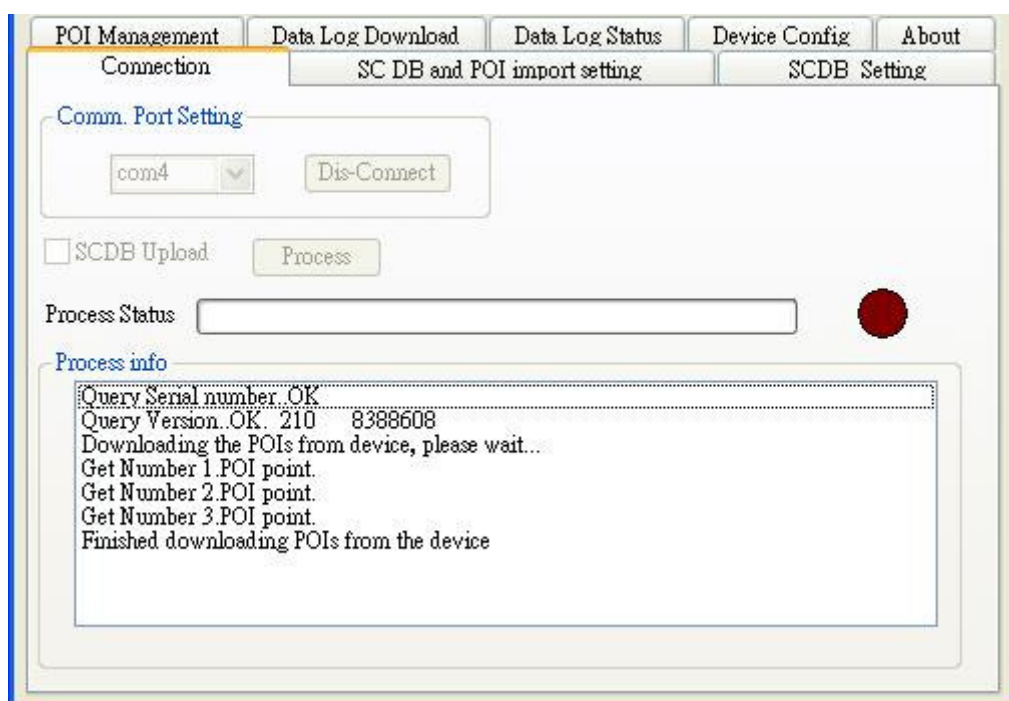

Fig. 4
**Tutti i PDI verranno cancellati dal dispositivo al termine del processo di caricamento di un nuovo database (Fig. 4 )**